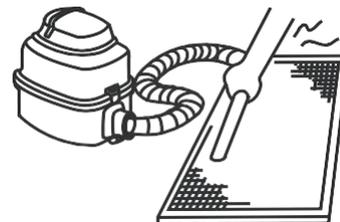

Figure 12.3
- a. L'entrée d'air doit être tournée vers le haut lors de l'utilisation d'un aspirateur. (Voir l'Figure 12.3)